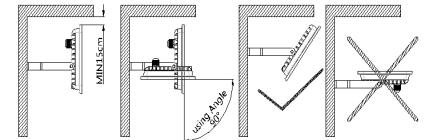

Fig. 1
5. Non installare su superficie incline a vibrazioni (fig. 1)